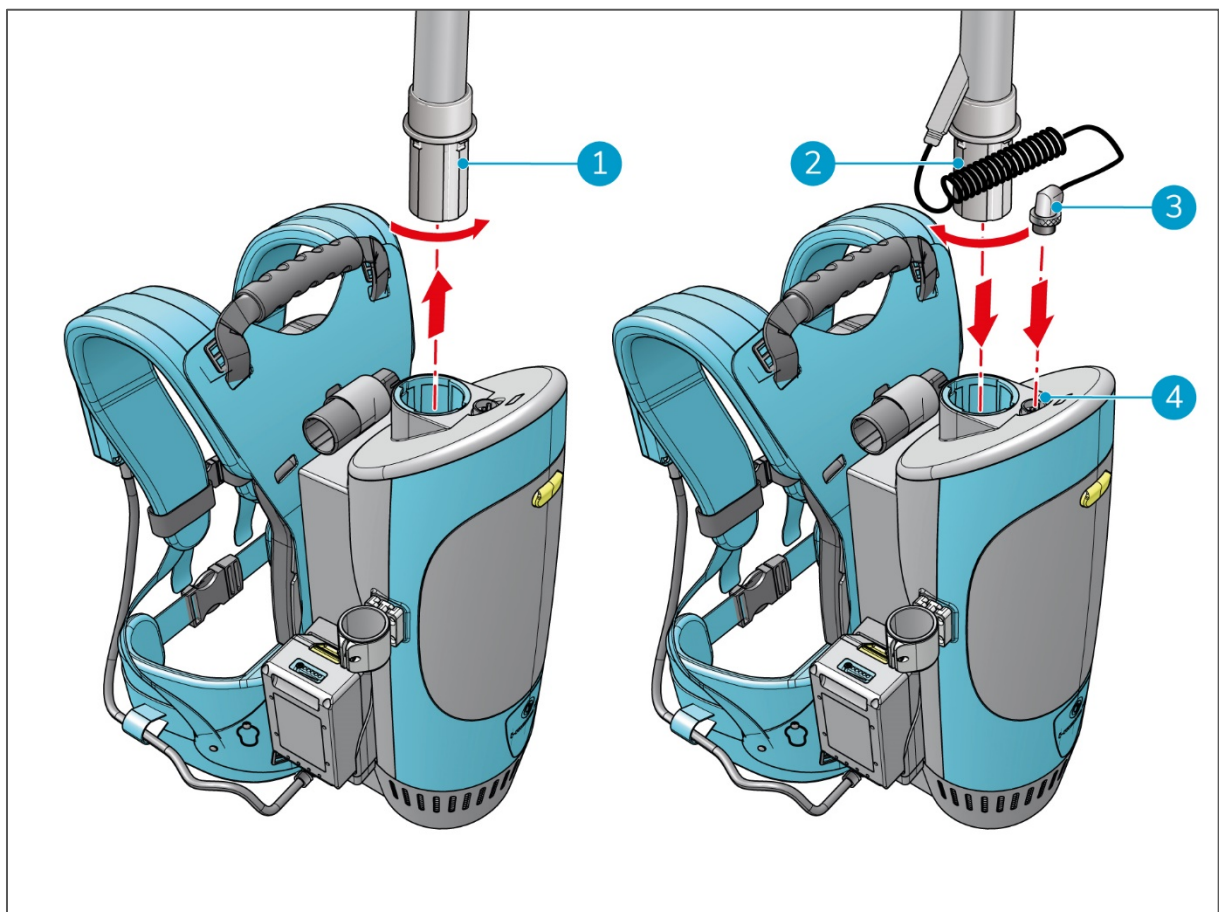

Figura 17
1. Gira la manguera del equipo estándar en sentido antihorario (Figura 17, pos. 1).
3. Inserta la manguera del i-brush en el conector (Figura 17, pos. 2).
5. Conecta el enchufe del i-brush (Figura 17, pos. 3) en el conector de la i-move 2.5B (Figura 17, pos. 4).